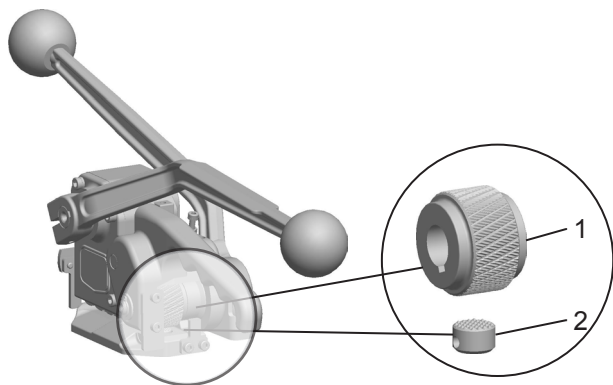

Fig. 15
- Décrassez la molette de tension (Fig. 15/1) et empreinte (15/2) avec de l'air comprimé ou avec une brosse d'acier petite.